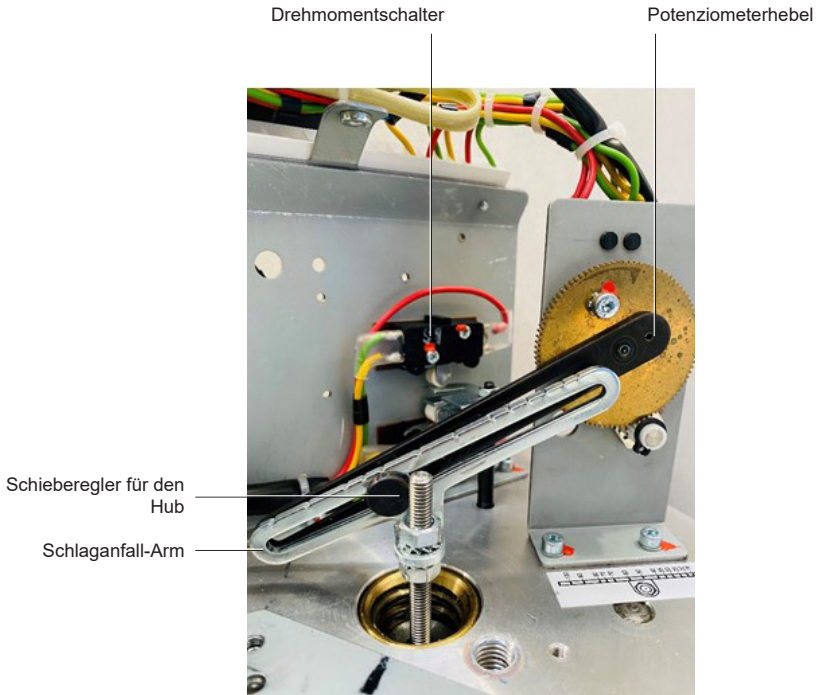

Abb. 30 8 kN+ AEL7 Hubmanordnung
Der physikalische Hub des 8 kN+ Stellantriebs der Serie AEL7 kann präzise eingestellt werden, um die Anforderungen an den Armaturenhub zu erfüllen, z. B. wenn die Schubkraft des Antriebs die Armatur beschädigen könnte. Dies wird durch den hubabhängigen Schalter S3 gesteuert. Eine Vergrößerung oder Verkleinerung des Hubs hat Auswirkungen auf die Auflösung des Potentiometers. Die Einhaltung der Potentiometerauflösung wird durch den Hubarm und den Hubschieber gesteuert (Abbildung 30).
- Der Hubarm und der Potentiometerhebel sollten parallel sein (Abbildung 30).